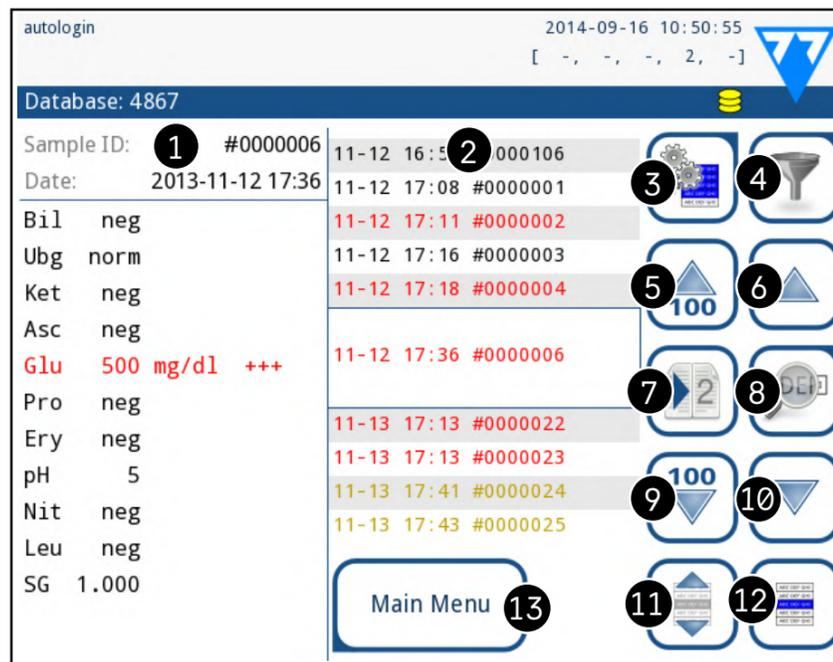

Figura 27: Il menu **Database**
**Legenda della ??? Figura 27**